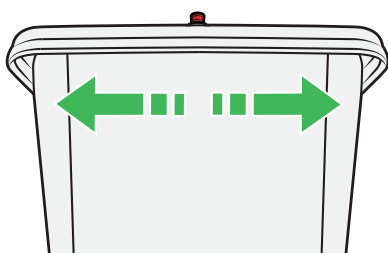

Figure 143
2. Agitez le cache de gauche à droite et d'avant en arrière, voir Figure 143.